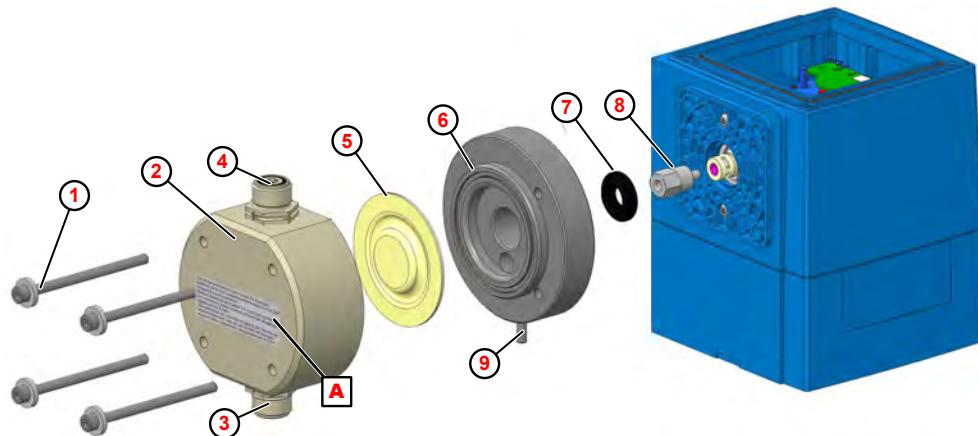

Abb. 24: Austausch von Pumpenkopf, Membrane und Schutzmembrane
- 1.** ► Saug- und Druckventil (Abb. 24 , ③ und ④) abschrauben.
- 2.** ► Pumpenkopfschrauben ① lösen und herausnehmen.
- 3.** ► Pumpenkopf ② abnehmen.
- 4.** ► Membrane ⑤ herausschrauben.
- 5.** ► Zwischenplatte ⑥ abnehmen
- 6.** ► Schutzmembrane ⑦ abziehen.
- 8.** ► Zwischenplatte so einlegen, dass Membranbruchauslauf ⑨ nach unten zeigt.